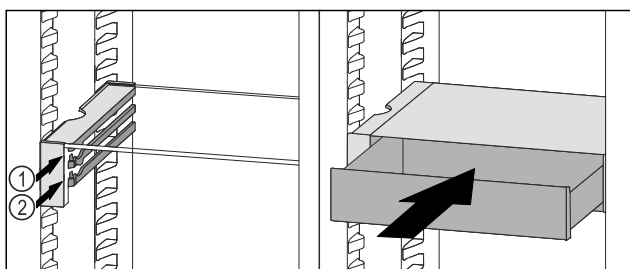

Fig. 204
- Vendosni sirtarin VarioSafe prapa ndaluesve në brinjën që dëshironi Fig. 204 (1) ose Fig. 204 (2).